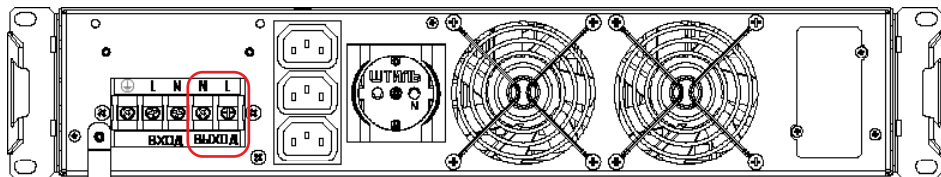

Рисунок 25. Стабилизаторы Штиль IS2500RT, IS3000RT и IS3500RT. Выводы «Выход N-L»
- у моделей IS2500RT, IS3000RT, IS3500RT к розеткам и выводам «Выход N-L» (**рисунок 25**);